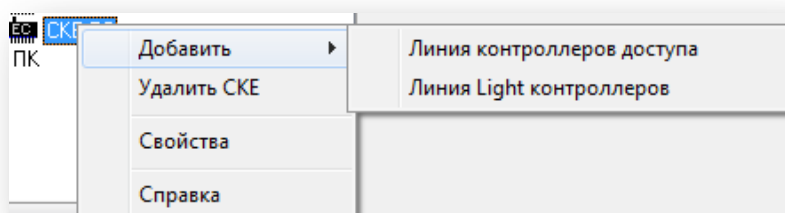

Рисунок 6.4
- «Выбор рабочих COM-портов» — номера COM-портов (COM1), которые эмулируются сетевым контроллером (не путать с COM-портом ПК). Контроллеры доступа подключаются к сетевому контроллеру СК-Е через линию контроллеров доступа (Рисунок 6.4).